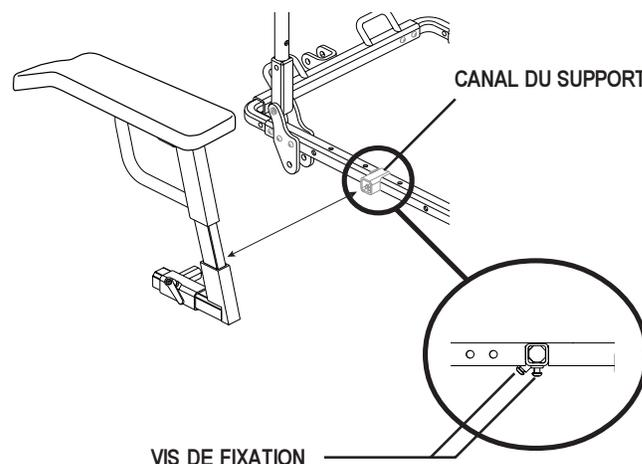

Figure 13. Réglage la largeur des accoudoirs
1. Desserrez les vis de fixation situées en bas du canal du support de l'accoudoir. Voir la figure 13.